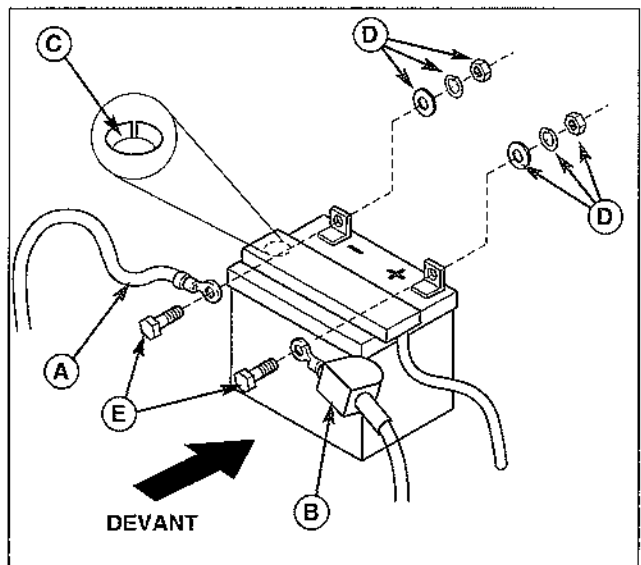

Figure 15. Câbles de batterie et bouchon de remplissage
2. Retirer le(s) bouchon(s) de remplissage de la batterie. Le fluide doit être au niveau de l'anneau fendu indiquant le plein (C, Figure 15). Si ce n'est pas le cas, ajouter de l'eau distillée.
1. Débrancher les câbles de la batterie, le négatif en premier (A, Figure 15).
6. Rebrancher les câbles, le positif en premier (B, Figure 15).